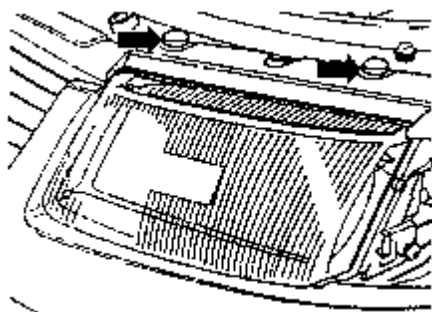

图 11-60 拆卸保护罩
③拔出前大灯上的多孔插头连接。
④分开照明范围调节的伺服电动机上的插头连接。
⑤由上部螺钉开始拆除保护罩，如图 11-60 所示。